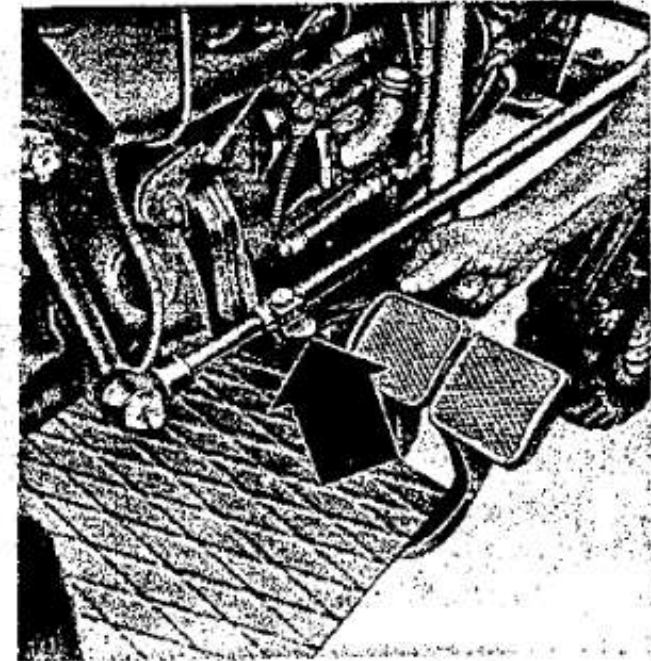

Fig. 18.—Aflojando mordaza barra longitudinal.
- Afloje la tuerca de la mordaza de la barra longitudinal de dirección (fig. 18) y extraiga el tornillo.